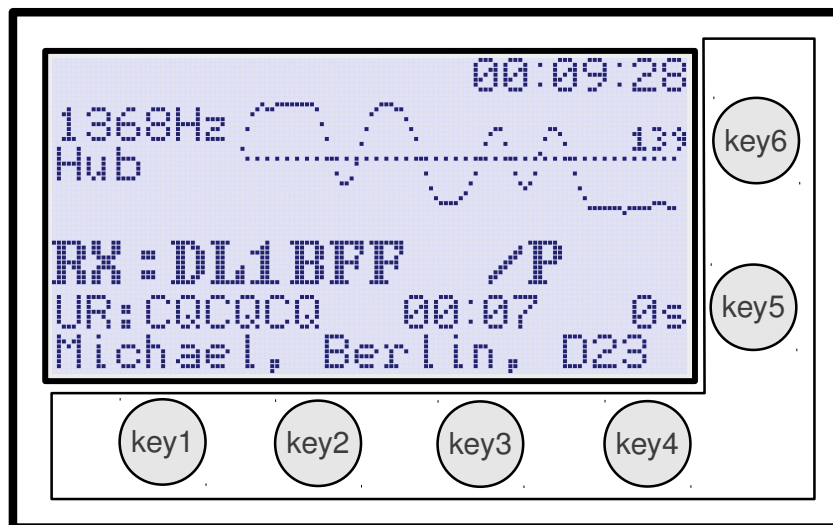

Abbildung 6: Benutzer-Interface von UP4DAR
Wie bereits erwähnt besteht das Benutzer-Interface hardwareseitig aus einem grafischen Display und 6 frei programmierbaren Funktionstasten, Softkeys. Vier Softkeys befinden sich unterhalb und 2 rechts vom Display wie auf der Abbildung 6 zu sehen ist.
Diese Bildschirmseite ist wohl die Hauptseite beim D-STAR Betrieb. Das Aussehen dieser Seite ist ebenfalls in der Abbildung 6 zu sehen. Die Taste „key1“ hat hier die PTT-Funktion (Sendeaktivierung). Die einmalige Betätigung der Taste „key2“ ermöglicht die MUTE-Funktion, die eine Ausschaltung des eingebauten NF-Verstärkers bewirkt. Dabei erscheint die Aufschrift **MUTE** im Display, die beim Empfang von D-STAR Signalen (und ausgeschaltetem NF-Verstärker) zu blinken beginnt. Diese MUTE-Funktion wird entweder nach wiederholter Betätigung der Taste „key2“ oder nach 60 Sekunden automatisch (die Aufschrift MUTE verschwindet dabei) wieder deaktiviert. Dabei wird der 60-Sekunden-Timer wieder von vorne gestartet, sobald ein neuer empfangener Durchgang zu Ende geht. Diese Funktion ist sehr nützlich, wenn während eines QSOs plötzlich das Telefon klingelt.